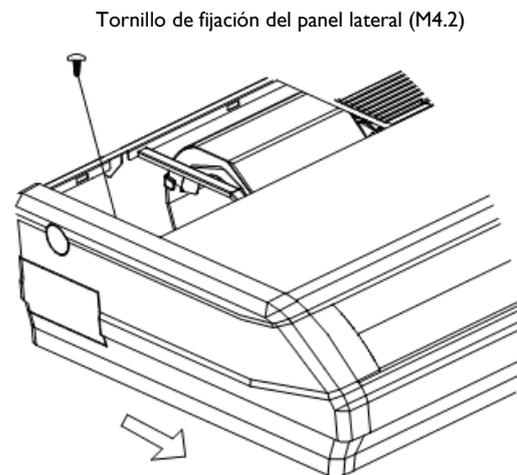

Fig.3
- Desatornillar el tornillo de fijación y tirando en la dirección de la flecha desmontar el panel lateral, (ver Fig. 3).